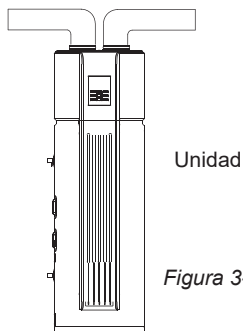

Figura 3-7
- En términos de la conexión de la unidad con el conducto que llega al exterior, se debe realizar una medida confiable de resistencia al agua en el conducto, para evitar que el agua entre en el interior de la unidad. (Figura 3-7)